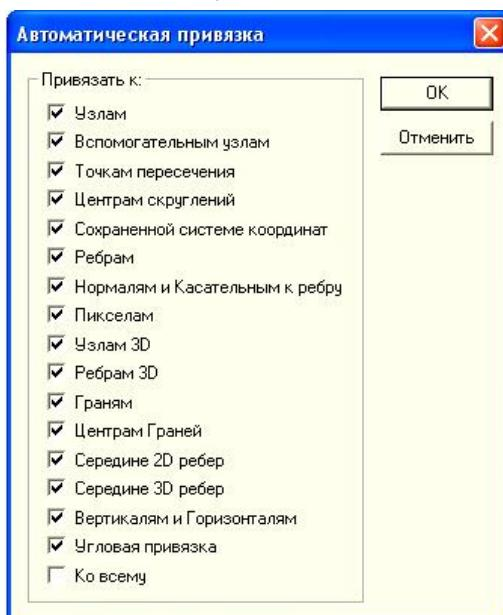

Рисунок 5. Выбор режима привязок
1. Нажмите кнопку "Автоматическая привязка"  в закладке "Режимы построений". Появится диалог "Автоматическая привязка". (рис. 5)